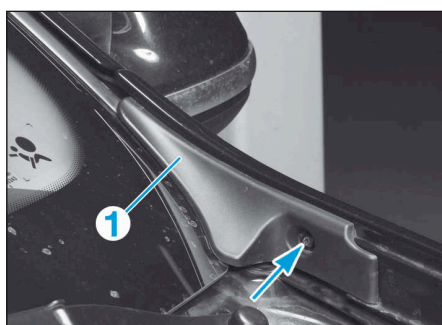

FIG.62
- Déposer le cache (1) situé à l'angle du pare-brise (Fig.62).